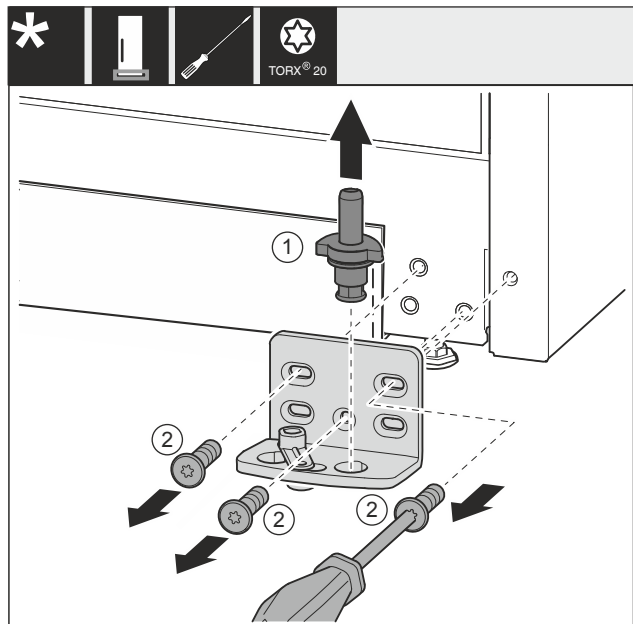

Fig. 33 *
- ▶ Træk lejebolten Fig. 33 (1) helt op.*
- ▶ Skru skruerne Fig. 33 (2) ud med en skruetrækker, og tag hængslet af.*